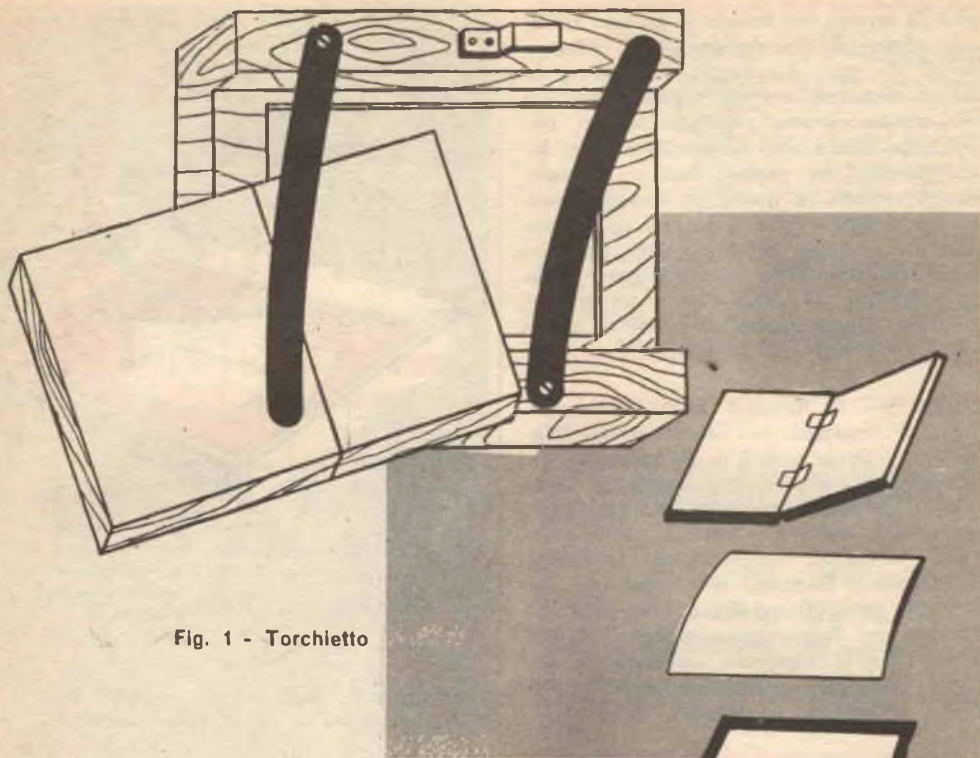
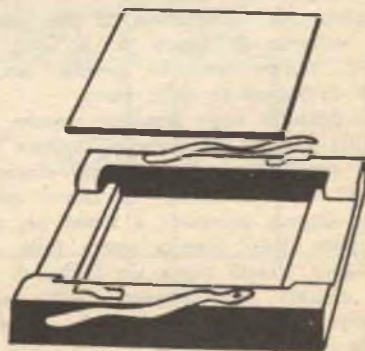

Fig. 1 - Torchietto
Fig. 2 - Disposizione della carta nel torchietto
*L'attrezzatura per la stampa a contatto.* — Lo equipaggiamento minimo da avere consiste in un torchietto (fig. 1), in due bacinelle (fig. 2), in un bicchiere graduato ed in almeno due bottiglie scure con tappo di gomma da riservare esclusivamente allo sviluppo ed al fissaggio per la carta. Il materiale in uso per lo sviluppo dei negativi e precisamente: il termometro, la lampada di sicurezza e l'orologio contasecondi è anche necessario. La bacinella per lo sviluppo non dovrebbe essere troppo piccola, ma piuttosto adatta al formato della carta di cui vogliamo servirci. Per la stampa a contatto, nei formati più comuni 6×6, 6×9 fino a 9×12, è consigliabile usare una bacinella di circa cm 10×13 o 18×24. In generale la bacinella dovrebbe misurare il doppio del formato della carta. La bacinella per il fissaggio dovrebbe essere più grande della prima, ad esempio cm 24×30 perché deve contenere molto liquido dato che qui le copie saranno immerse contemporaneamente od in breve successione in quantità e dovranno essere coperte dal liquido in modo completo.